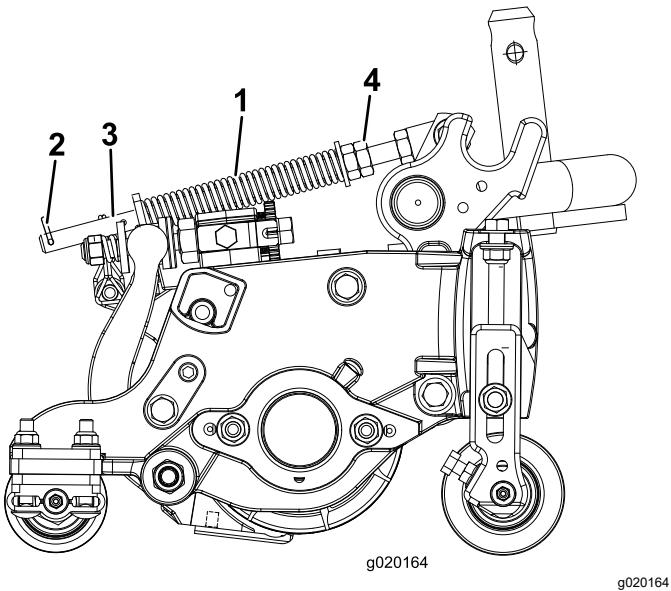

Figura 14
La molla di compensazione del manto erboso (Figura 14) trasferisce il peso dal cilindro anteriore al cilindro posteriore, per contribuire a ridurre l'ondulazione del manto erboso, detta anche fluttuazione o bobbing.
1. Verificate che la coppiglia sia montata nel foro posteriore dell'asta della molla (Figura 14).
2. Serrate i dadi esagonali sull'estremità anteriore dell'asta della molla, finché la lunghezza compressa della molla (Figura 14) non è pari a 12,7 cm per gli apparati di taglio da 12,7 cm e 15,8 cm per gli apparati di taglio da 17,8 cm.